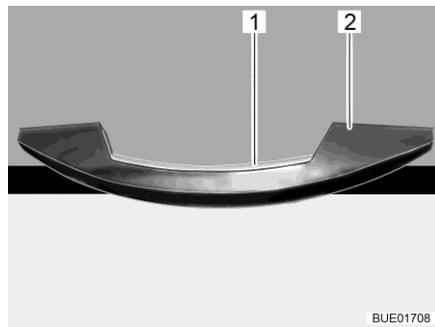
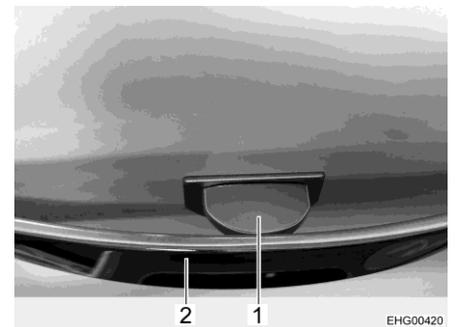

Fig. 69 Maniglia con listello di sblocco (esempio)
Fig. 70 Maniglia con passante di sblocco
- Premere il listello di sblocco (Fig. 69,1) o il passante di sblocco (Fig. 70,1) e mantenerlo premuto.
- Tirare la maniglia (Fig. 69,2 o Fig. 70,2) finché lo sportello del mobile non si apre.